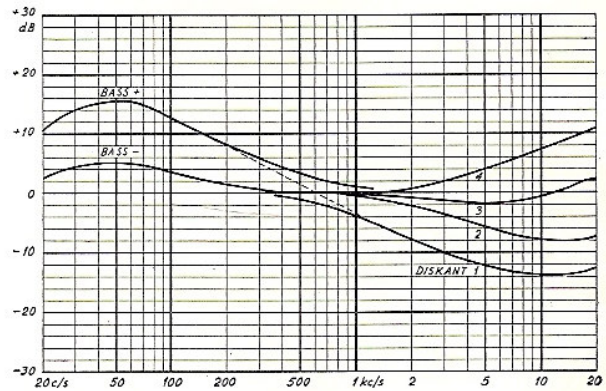
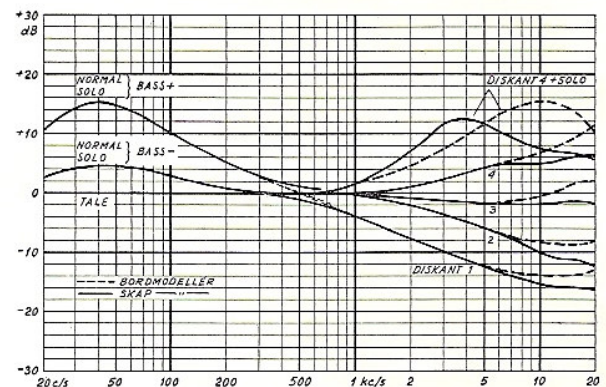

Fig. 17
Fig. 18
Følsomhet. Følsomhetstallene gjelder signalspenning påtrykket antennebøssingene (300 ohm) ved 30% modulasjon (22 1/2 kc/s sving). Tonekontrollene skal stå i normalstilling, d.v.s. bass- og diskanttangentene oppe og evt. klangregister i normalstilling. Diskantkontrollen i denne stilling (3) gir med standard preemphasis (50 μ .sek.) på senderen, rett kurve, (se fig. 17.)
Fig. 17 viser frekvenskurvene for SS7 og fig. 18 kurvene for de øvrige modeller. De gjelder når senderen har standard preemphasis. Kurven for diskant 4 + solo i fig. 18 viser max. diskanthevning. Videre kommentarer til kurvene er tatt med under pkt. 3.3.